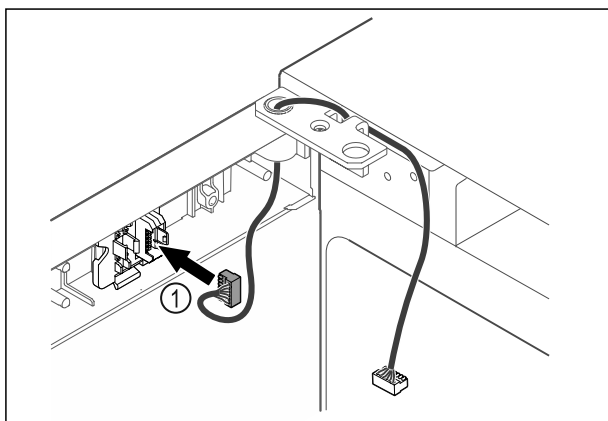

Fig. 45
- Sett pluggen Fig. 45 (1) i pluggholderen.